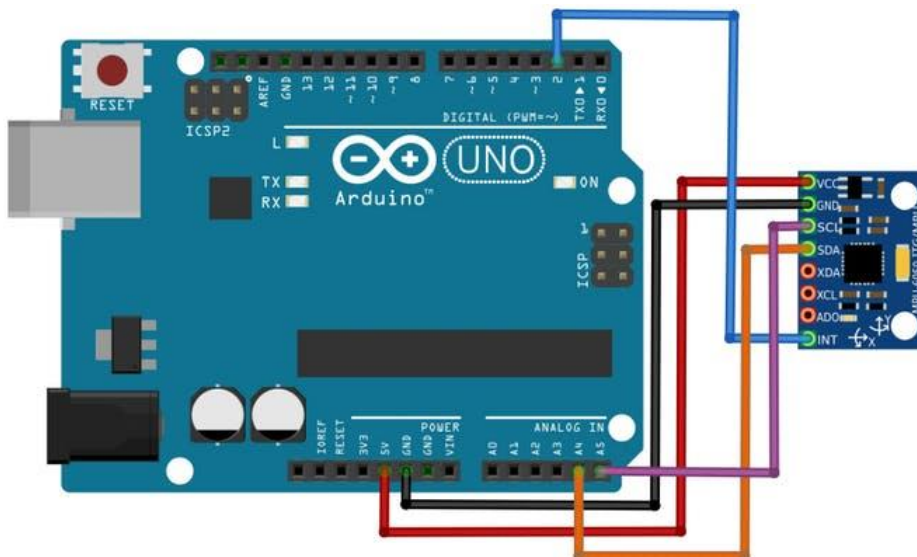

Рисунок 3.4 - Підключення модуля акселерометра до Arduino Uno
7. Підключити MPU-6050 до Arduino Uno згідно рис. 3.4.